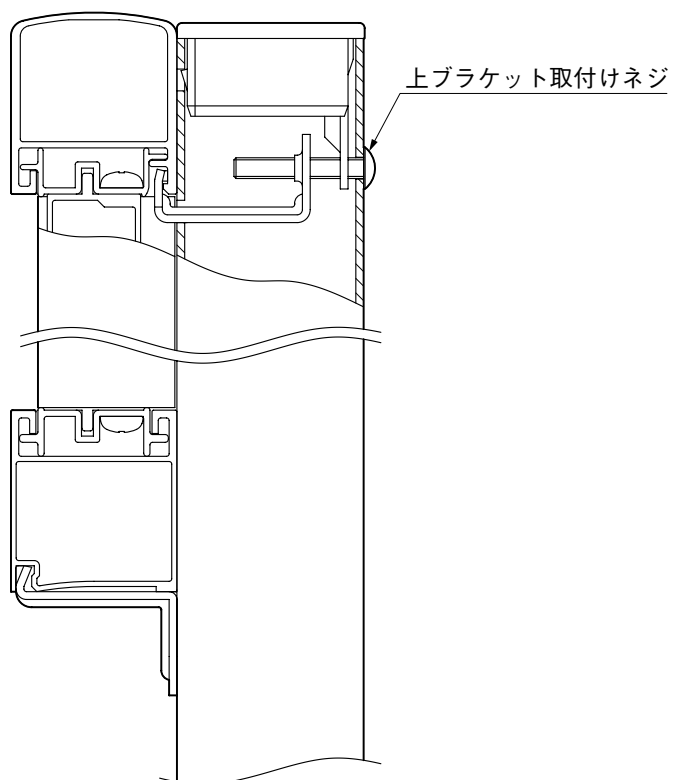

図3-3
- ③ ツメが溝にしっかり入っていることを確認して、上ブラケット取付けネジを締めてください。(図3-3参照)